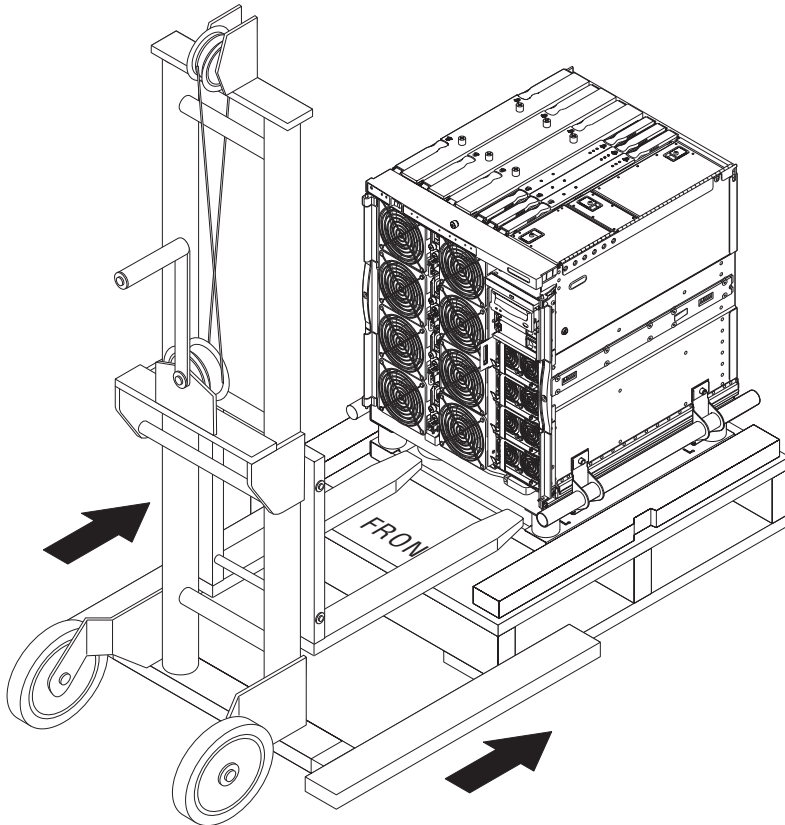

图 1-10 将起重设备插入装运底座
2. 将起重设备的起重叉完全插入装运底座下面的开口（图 1-10）。